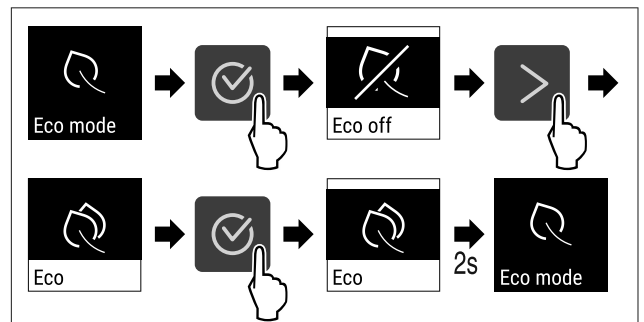

Fig. 60
▶ Végezze el a gyakorlati lépéseket (lásd Fig. 60).